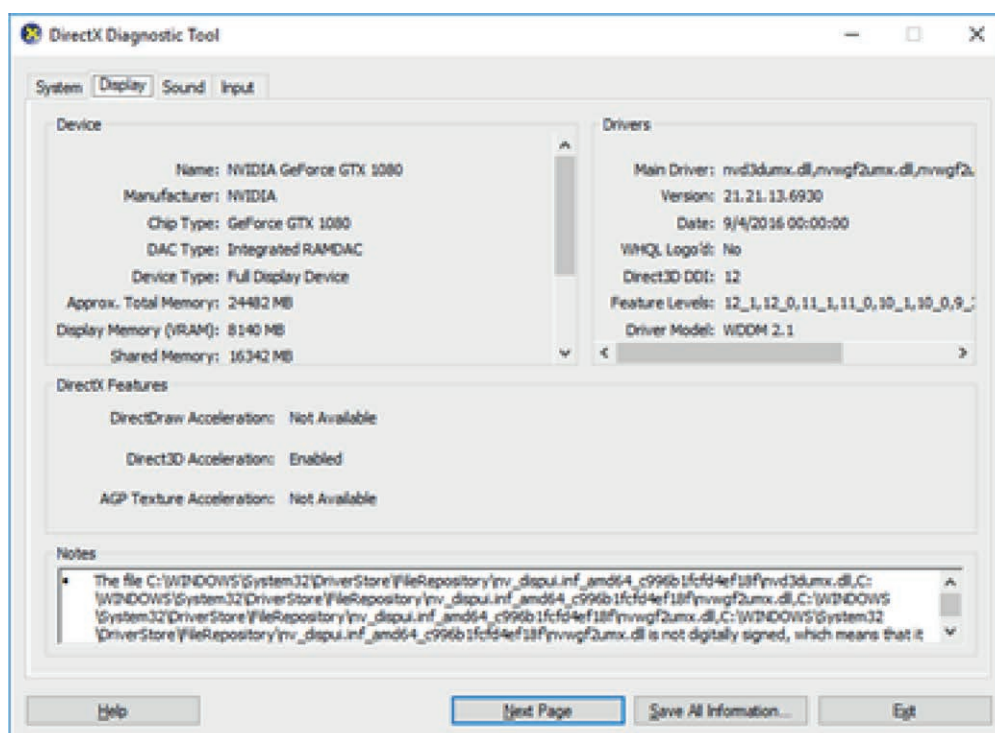

Figure 49 Outil de diagnostic DirectX
4. Pour vérifier le type de GPU et la mémoire, tapez « dxdiag » dans le menu **Start** (Démarrer). Allez dans l'onglet **Display** (Affichage), vérifiez que le fabricant est bien NVIDIA et que la valeur du champ **Display Memory (VRAM)** (Afficher la mémoire (VRAM)) est à 4 096 Mo (voir la Figure 49).